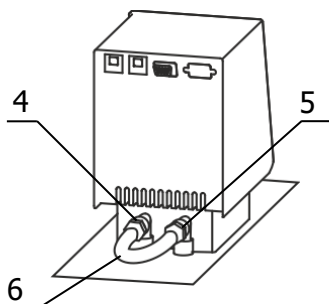

Рисунок 3 — Установка перемычки
2.2.4 Соединить входной 4 и выходной 5 штуцеры насоса блока регулирования при помощи шланга-перемычки 6 (рисунок 3) и хомутов из комплекта поставки блока регулирования.